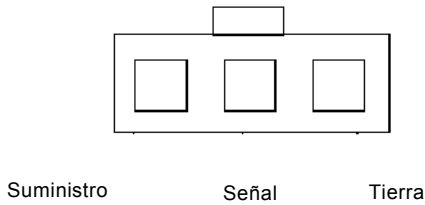

FIGURA 3-21. CONECTOR DEL POTENCIOMETRO
- 2. Conecte el conductor positivo de la fuente de poder de 10 volts al terminal de SUMINISTRO en el conector del potenciómetro como se muestra en la Figura 3-21.
- 3. Conecte el conductor negativo de la fuente de poder de 10 volts al terminal de TIERRA en el conector del potenciómetro como se muestra en la Figura 3-21.